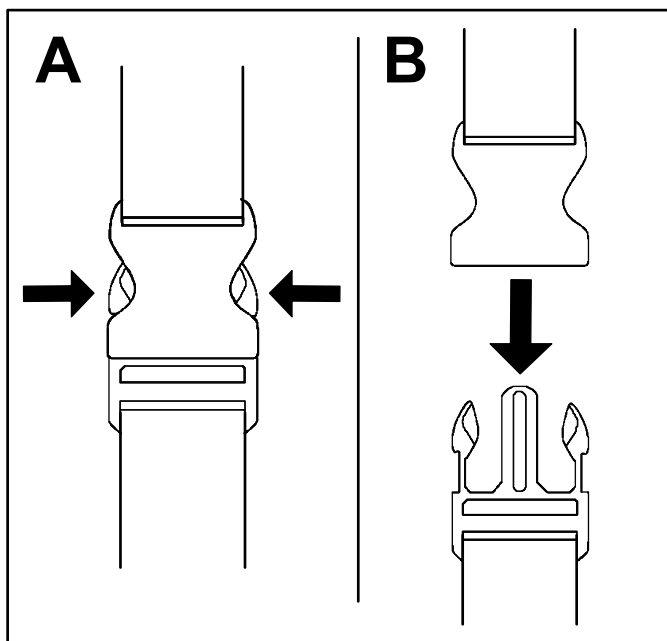

Bild 10
1. Beiden Seiten der Schnellverschlussschnalle eindrücken (A in Bild 10).
2. Lassen Sie die Schnellverschlussschnalle sich lösen (B in Bild 10).